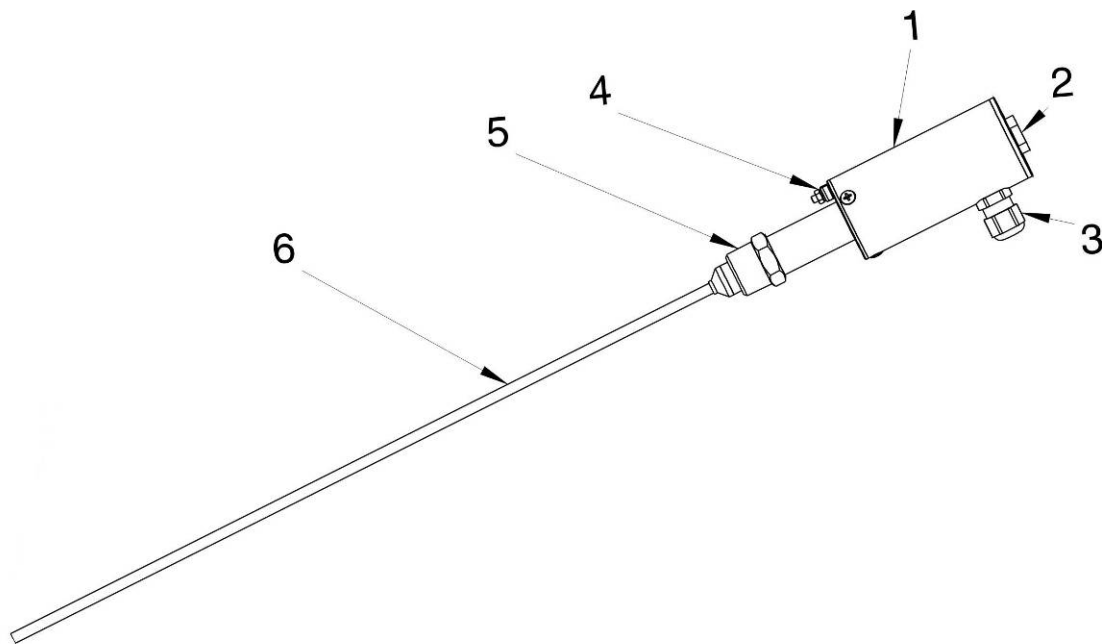

Abbildung 1: Der Füllstandsensor CONDURIX
Der Aufbau des Füllstandsensors CONDURIX ist in Abbildung 1 als Ausführung mit Einschraubkörper dargestellt. Im Sensorkopf (1) des Füllstandsensors befindet sich der durch den Deckel (2) geschützte Anschluss- und Parametrierungsbereich. Die elektrische Verbindung wird durch eine M16x1,5 Kabelverschraubung (3) und Schraubklemmen oder durch eine M12 Steckverbindung hergestellt. Die Potentialausgleichsklemme (4) muss nur bei der Version CONDURIX Mono verwendet werden (siehe Kapitel 5 Elektrischer Anschluss). Auf dem Sondenhalbsrohr befindet sich zur Montage am Behälter ein Einschraubkörper (5) oder ein Flansch (nicht dargestellt).